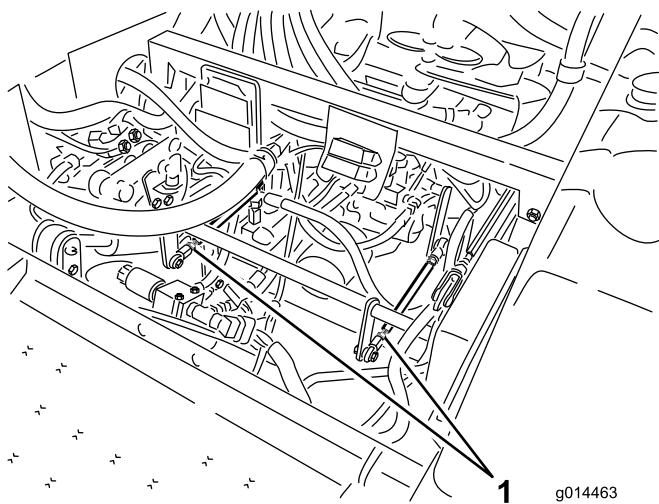

Рисунок 46
- Если вращается левое колесо, отпустите зажимную гайку на левой тяге управления трансмиссией (Рисунок 46).